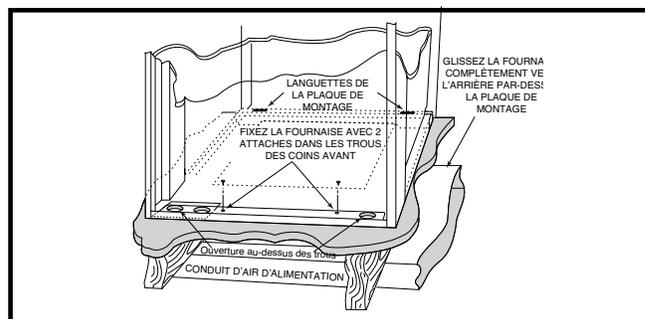
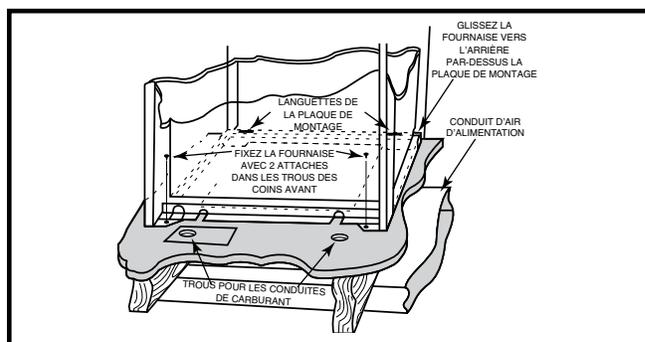

Figure 15. Fournaise de placard « A » et « B »
Figure 16. Fournaise de placard « A » sur armoire à serpentins
Les côtés et l'arrière de la fournaise peuvent être couverts d'un cadre mural comme dans un placard ou une alcôve. Les dimensions de la pièce ou de l'alcôve doivent convenir à la taille complète des dégagements de la fournaise et de l'installation spécifiés dans le Figure 4 \(page 5\) et dans la page 4. La fournaise doit être raccordée adéquatement au système d'alimentation et de reprise d'air tel que montré dans la Figure 15 \(page 9\) et la Figure 16 \(page 9\).
4. Fixez le devant avec une (1) ferrure dans chaque coin. Consultez la Figure 15 et la Figure 16.